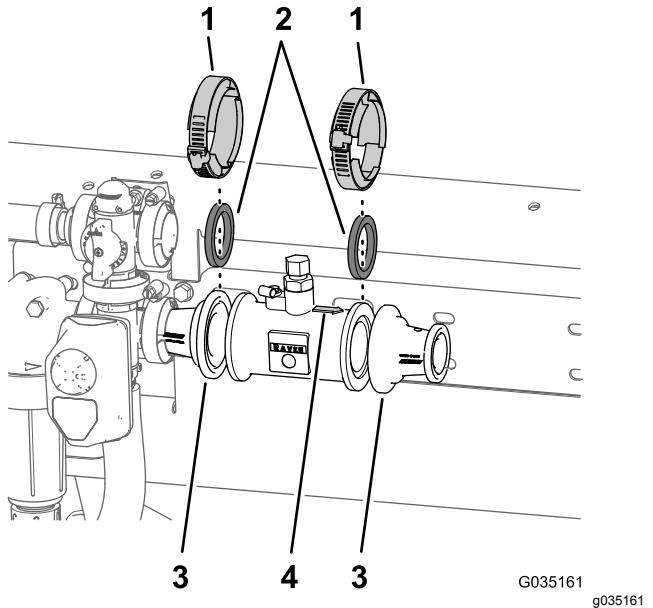

Figura 55
- A. Allineate la guarnizione (2 1/4") che avete rimosso nel passaggio 2B di **Rimozione del tubo dell'accoppiatore e dell'adattatore del riduttore** (pagina 21) all'estremità del flessibile indicata dalla punta della freccia direzionale (Figura 55).
riduttore (pagina 21) tra il flussometro e l'adattatore del riduttore installato sul lato destro della valvola di comando principale (Figura 55).
- B. Montate, senza serrarli, la guarnizione, il flussometro e l'adattatore del riduttore (Figura 55) con il morsetto flangiato da 76 mm rimosso al passaggio 2A di **Rimozione del tubo dell'accoppiatore e dell'adattatore del riduttore** (pagina 21).
- C. Allineate la guarnizione (2-1/4 poll.) e l'adattatore del riduttore che avete rimosso nel passaggio 2C di **Rimozione del tubo dell'accoppiatore e dell'adattatore del riduttore** (pagina 21) all'estremità del flussometro indicata dalla punta della freccia direzionale (Figura 55).
- D. Montate la guarnizione, il flussometro e l'adattatore del riduttore (Figura 55) con il morsetto flangiato da 76 mm rimosso al passaggio 2A di **Rimozione del tubo dell'accoppiatore e dell'adattatore del riduttore** (pagina 21).